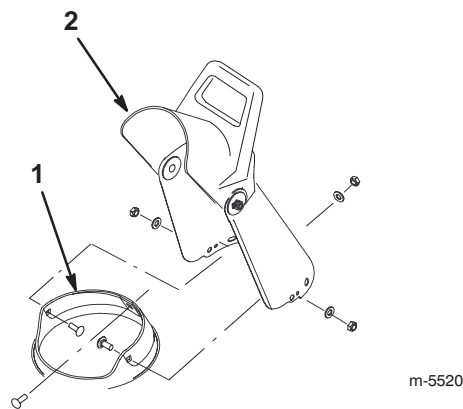

Bild 10
- Platzieren Sie den Auswurfkanal über dem Kanalring und richten Sie die Öffnung an der Rückseite des Auswurfkanals auf die mittlere Öffnung am Kanalring aus (Bild 10).
2. Schieben Sie von der Innenseite her eine Schraube durch die mittlere Öffnung des Kanalrings und durch die Öffnung des Auswurfkanals (Bild 10).